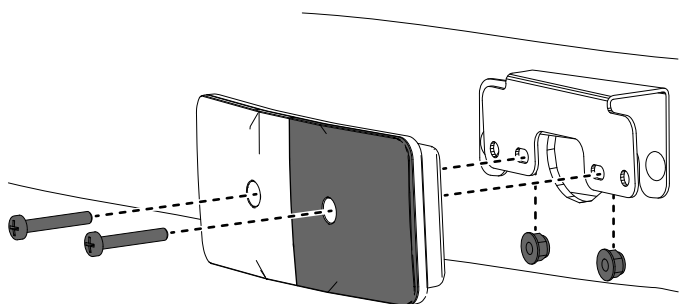

Figure 24
4. Montez les clignotants sur les supports à l'aide des fixations retirées à l'opération 1 (Figure 24).